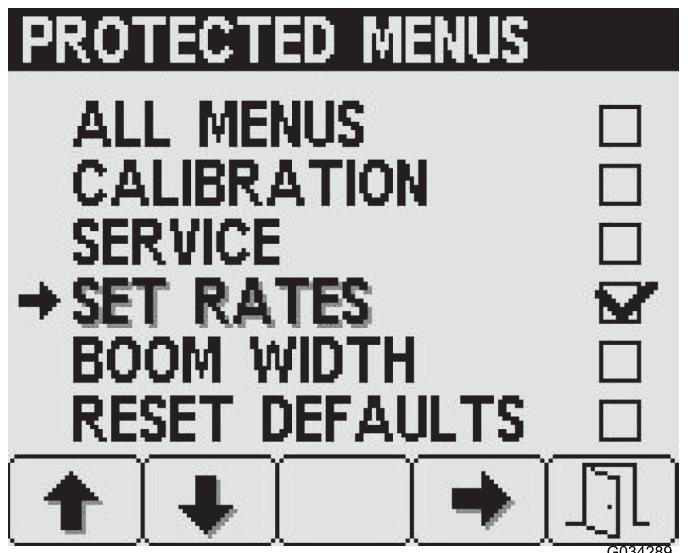

Figura 23
3. Pulse el botón 4 para seleccionar y cancelar la selección de cada elemento del menú protegido (Figura 23).